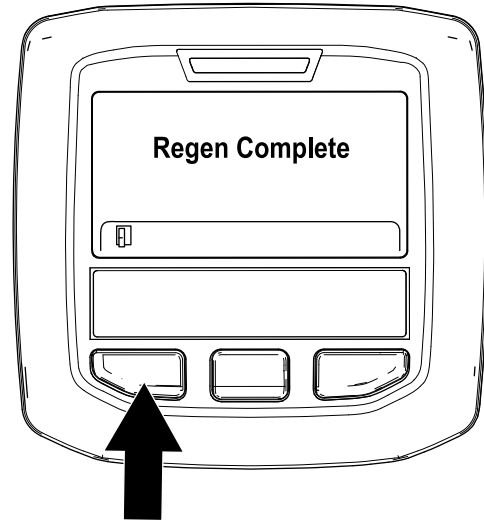

Figura 54
- La rigenerazione parcheggiata è completa quando nell'InfoCenter appare il messaggio "Regen Complete" (Rigen. completa). Premete il pulsante sinistro per uscire e tornare alla schermata Home (Figura 54).